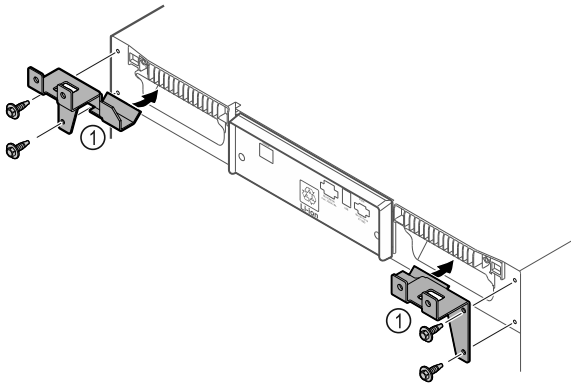

Fig. 10
- ▶ Montați piesele de fixare Fig. 10 (1) pe aparat cu ajutorul șuruburilor incluse.